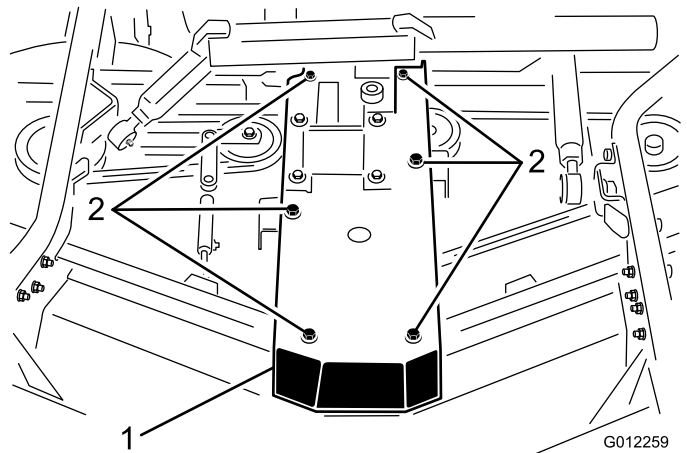

図 23
3. ギアボックスプレートをデッキのチャンネル材に固定しているキャップスクリュとナットを取り外す（図 23）。ギアボックスプレートをギアボックスをデッキのチャンネル材から外してデッキの上に置く。